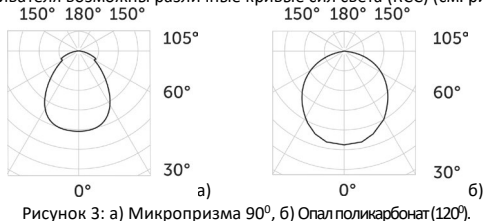

Рисунок 3: а) Микропризма 90°, б) Опалполикарбонат(120°).
3.5. В зависимости от типа рассеивателя возможны различные кривые сил света (КСС) (см. рисунок 3).